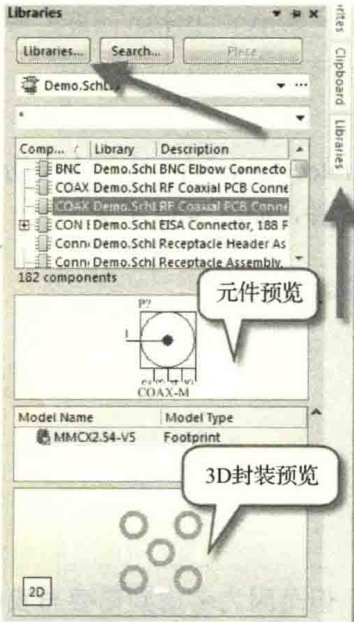
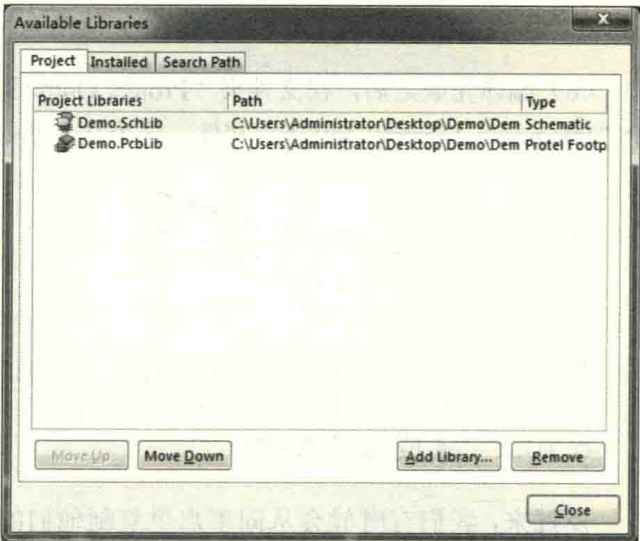
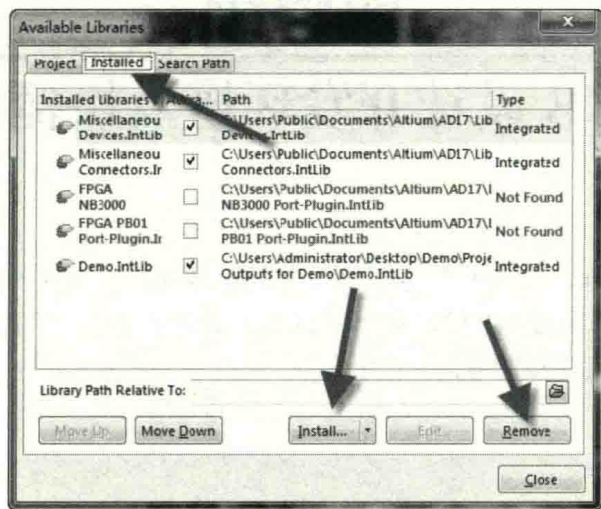

图 5-62 单击右侧面板栏中的“Libraries”
图 5-63 库使能界面
图 5-64 集成库的安装与移除
(1) 如图 5-62 所示，单击右侧面板栏中的“Libraries”，在弹出的对话框中，会默认显示当前已经安装好的集成库，如果不是自己想要的，可以再次单击当前界面左上角的“Libraries...”按钮，进入库使能界面，如图 5-63 所示。
(2) 对于“Project”选项卡，加载的封装库只对当前工程有作用，如果当前工程需要额外的封装库，则可以单击右下角的“Add Library...”按钮进行添加。
(3) 使用“Installed”选项卡，可以对集成库安装，安装库文件可以针对所有的工程都有用，单击“Install...”按钮（如图 5-64 所示），添加“Project Outputs for Integrated\_Library1”文件夹中的集成库文件“Integrated\_Library1.IntLib”，即表示安装成功。
(4) 对于不需要的集成库文件，可以在选中之后单击“Remove”按钮（如图 5-64 所示）进行移除。同样，可以根据目前的安装集成库，使用“Move Up”或者“Move Down”按钮来调整默认的顺序。